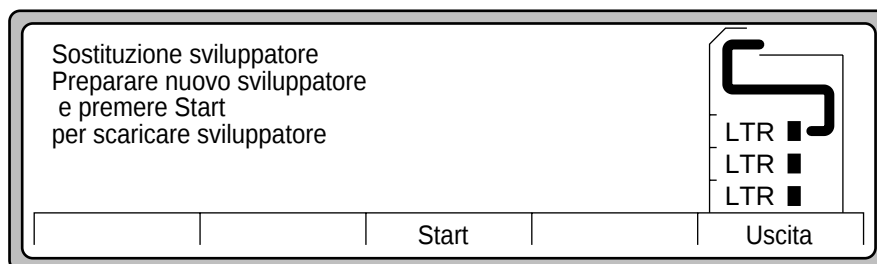

Figura 4-12 Scaricamento dello sviluppatore
5. Premere Selezio per visualizzare le istruzioni relative allo sviluppatore, come mostrato nella Figura 4-12.
6. Premere Start, come mostrato nella Figura 4-12.